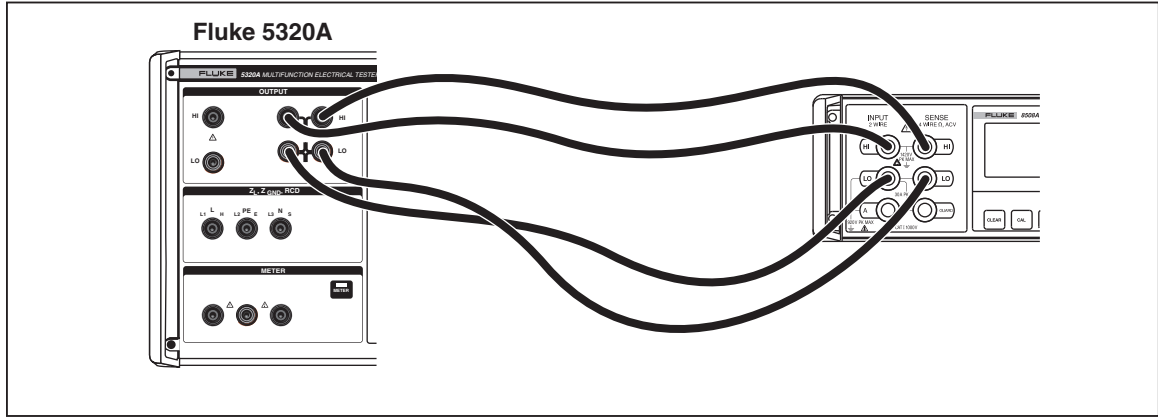

图6-1.低电阻校准连接
1. 将低电阻源输出连接到标准万用表，如图6-1中所示。使用4线连接，并设置万用表用于4线欧姆测量。